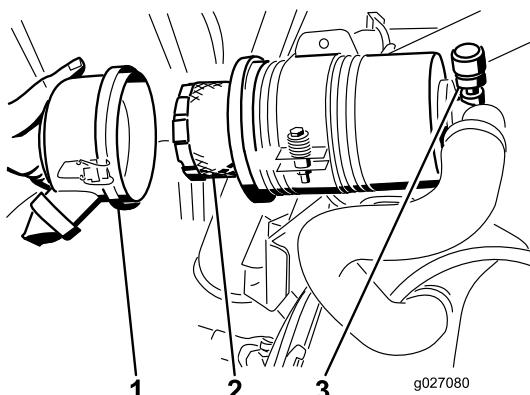

Figura 56
- Retire e substitua o filtro (Figura 56).